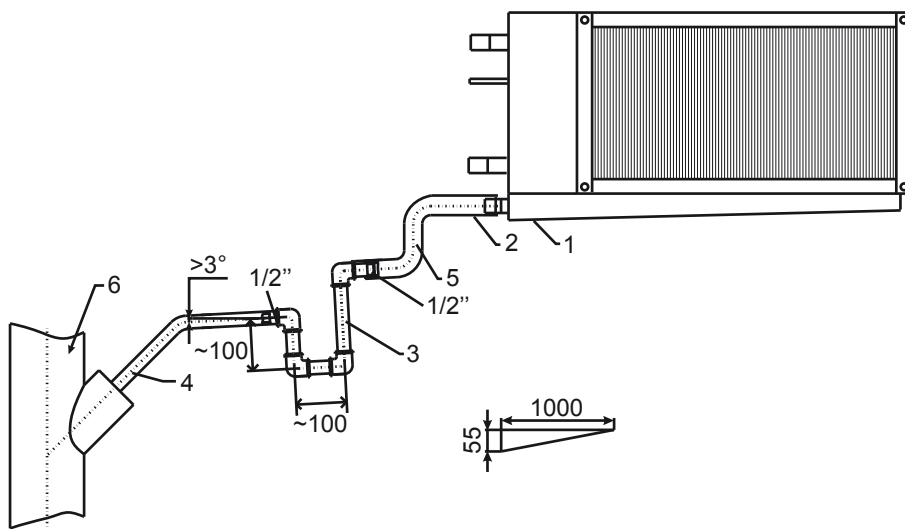

Рис. 11
Охладитель (1) должен иметь уклон в сторону патрубка отвода конденсата (2) (см. рис. 11).